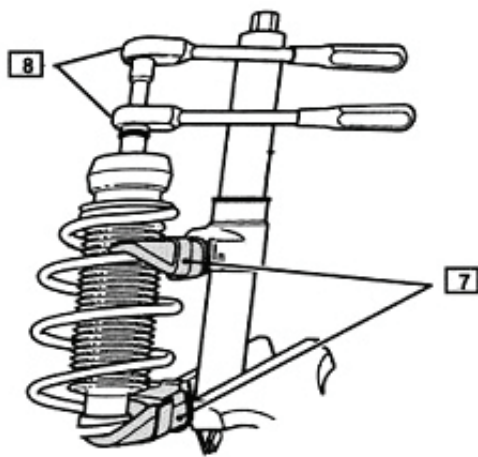

Fig. 2:
- Fig. 2 / 3 Federbein in geeignete Haltevorrichtung klemmen.
- Federspanner (7) ansetzen.
- Feder spannen, bis oberes Federbeinlager (3) frei beweglich ist.
- Kolbenstangenmutter (2) mit Spezialwerkzeug (8) entfernen.
- Federspanner (7) abnehmen.
- Fig. 2 / 3 Clamp suspension strut in suitable holding device.
- Apply spring tensioner (7).
- Compress spring until upper suspension strut bearing (3) is freely movable.
- Remove piston rod nut (2) with special tool (8).
- Remove spring tensioner (7).
- Fig. 2 / 3 Insérer la jambe de force dans un dispositif de retenue approprié.
- Mettre en place le monte ressort (7).
- Tendre le ressort jusqu'à ce que le palier de jambe de force supérieur (3) se mue librement.
- Enlever l'écrou de la tige de piston (2) avec un outil spécial (8).
- Oter le monte ressort (7).
- Fig. 2 / 3 Fijar el amortiguador en un dispositivo de sujeción apropiado.
- Colocar el tensor de muelle (7).
- Retirar la tuerca del eje del amortiguador (2) con la herramienta especial (8).
- Retirar el tensor de muelle (7).